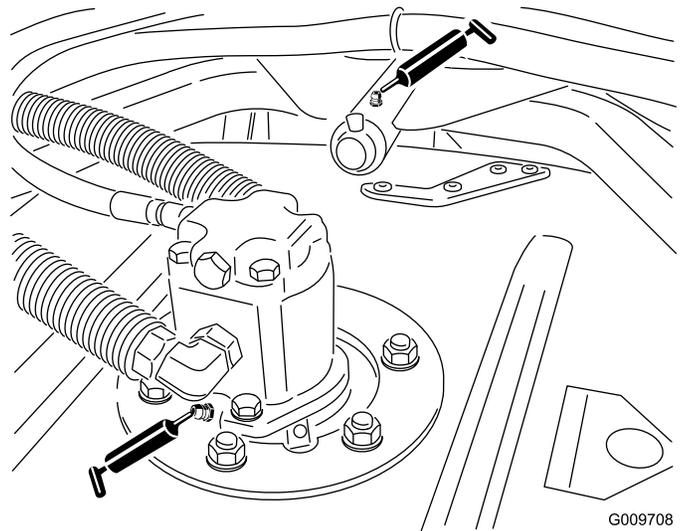

Рисунок 79
- Подшипники шпинделя режущего блока (по 2 шт. на каждый режущий блок), как показано на Рисунок 79
- Втулки несущего рычага режущего блока (по 1 шт. на каждом режущем блоке), как показано на Рисунок 79